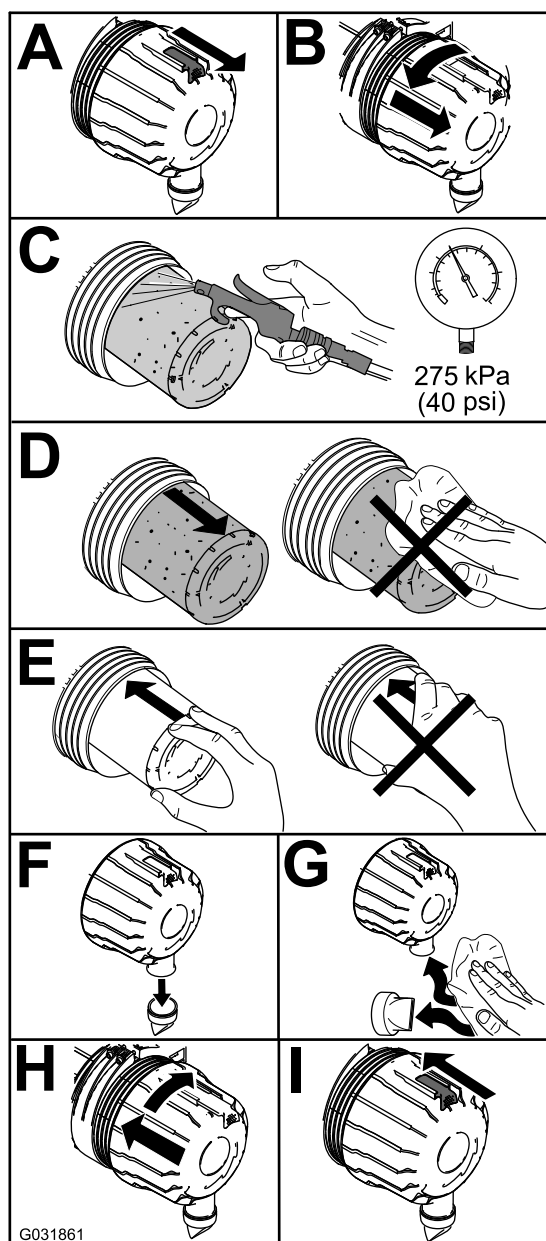

Figura 46
1. Sostituire il filtro dell'aria (Figura 46).